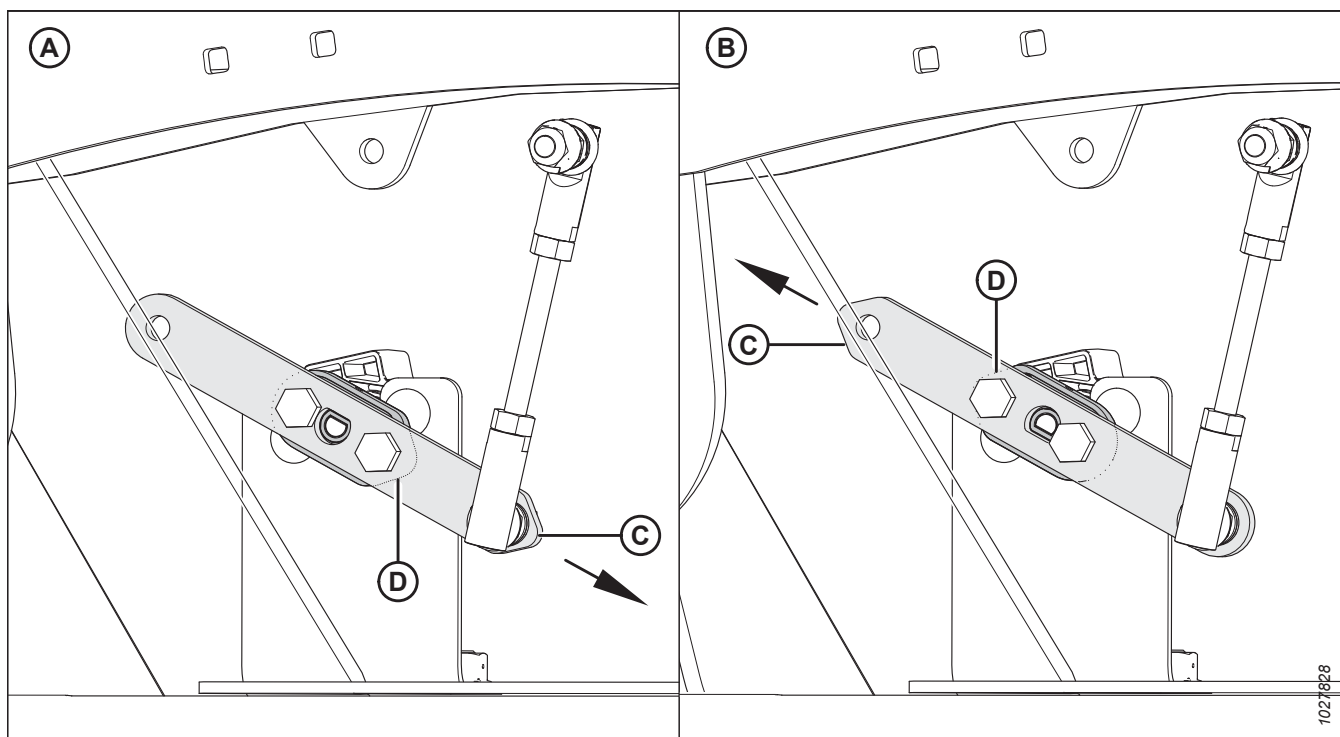

Figure 3.116: Configurations du bras/pointeur du capteur
- Vérifiez que le bras (C) et le pointeur (D) du capteur sont configurés correctement pour votre machine ; consultez la figure 3.116, page 120.